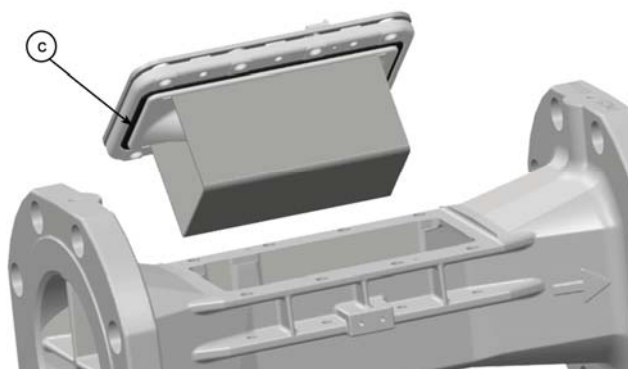

Рис. 18 Прокладка «с»
- Проверить состояние прокладки «с» (см.рис. 18) измерительного канала. Прокладка должна плотно сидеть в пазу и не иметь повреждений.